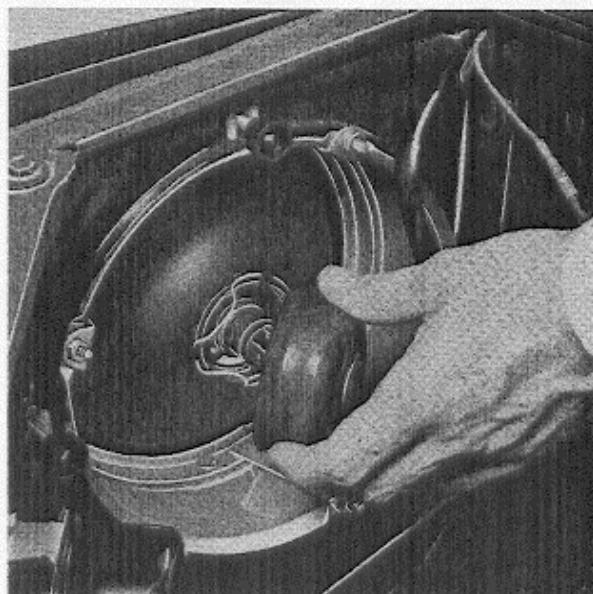
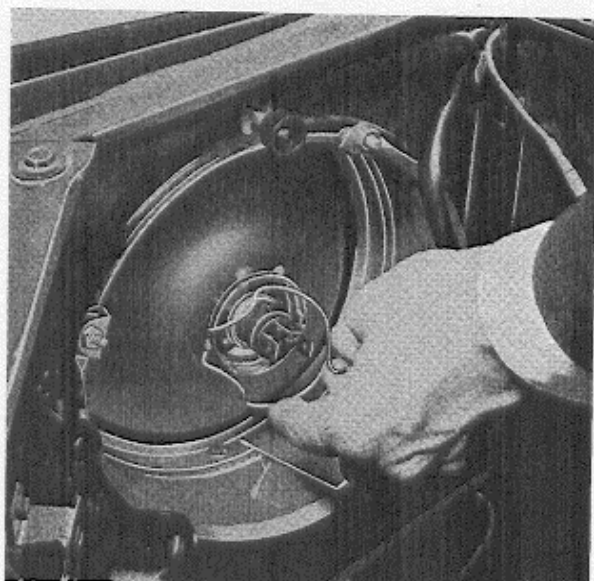

Abb. 109 Ausbau des Gummischutzes
Abb. 110 Ausbau der Sicherungsfeder
1. Leitungen durch Abziehen des Steckkontaktes lösen. Gummischutz abziehen, siehe Abb. 109. Die Haltefeder der Glühbirne zusammenklemmen und abnehmen, Abb. 110.